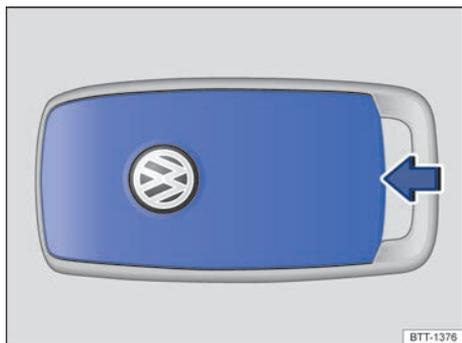

Fig. 130 Calefacción independiente: tapa de la pila del mando a distancia por radiofrecuencia.
- Introduzca un objeto adecuado, p. ej., un destornillador, en el rebaje del lateral en el sentido de la flecha → fig. 130.